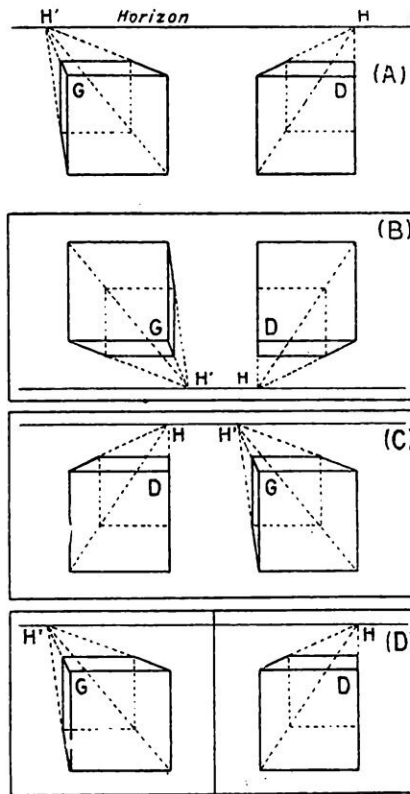

FIG. 3. — INVERSION DES IMAGES
Pour obtenir, d'après un stéréogramme négatif, une épreuve positive que l'on puisse observer dans le stéréoscope, il ne suffit pas de tirer sur une même surface sensible une image du cliché tel qu'il se présente. Il faut procéder, en outre, à la *transposition des images*, c'est-à-dire restituer à chaque œil celle qui lui correspond, une inversion s'étant produite au cours des opérations. En effet (fig. 3), on voit que les images
En haut, les objectifs O_g et O_d prennent du point P à stéréographier deux images P_1 et P_2 . En bas, on voit le même appareil utilisé comme stéréoscope. Le point P_1 correspondant à l'objectif gauche, est passé en P'_1 en bas de la figure, car il doit être vu par l'œil gauche ; de même, le point P_2 d'en bas est passé en P'_2 en haut, dans la seconde figure. (Voir figure 3 transposition des images.) Les rayons visuels $O'd P'_2$ et $O'g P'_1$ se croisent en un point P' dont la vision exigera exactement le même effort d'accommodation et de convergence que dans la vision naturelle du point P , les yeux se trouvant à la place des objectifs O_g et O_d . En effet, les deux triangles $O_g P O_d$ et $O'g P' O'd$ sont égaux, puisque les angles en O_g et O_d sont respectivement égaux aux angles en $O'g$ et $O'd$ et que la distance $O_g O_d$ est la même que la distance $O'g O'd$.
d'une image unique et, de ce fait, fera passer l'image (D) de droite vers la gauche et l'image (G) de gauche vers la droite (fig. 3). Si on observait l'épreuve ainsi obtenue au stéréoscope, on obtiendrait un effet de pseudoscopie, c'est-à-dire la représentation d'un solide en creux dans l'espace, là où il existait réellement un solide en relief.